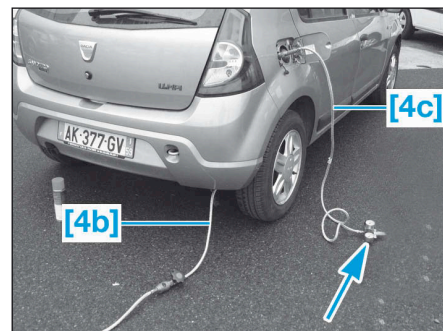
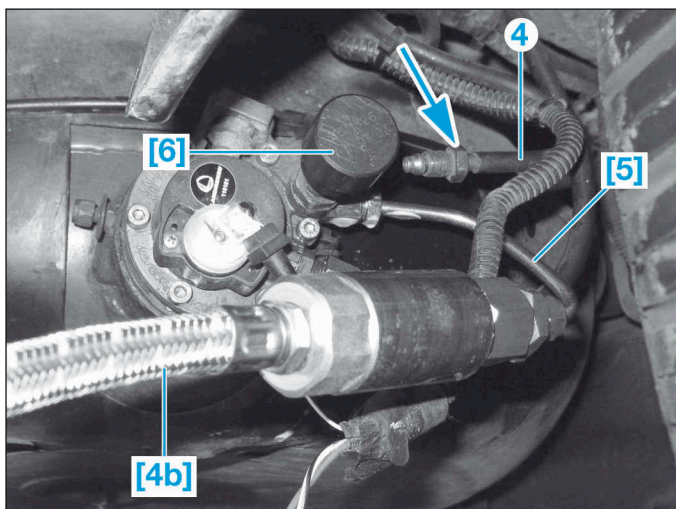

FIG.32
FIG.31
- Desserrer le raccord (flèche) de la canalisation (4) située entre la vanne multifonction et le vapo-détendeur (Fig.31).
- Visser en lieu et place du raccord de la canalisation (4) le tuyau de raccord [5].
- Raccorder le détendeur (flèche) du flexible [4c] sur la bouteille d'azote [3] et l'autre extrémité sur l'orifice de remplissage du réservoir (Fig.32).
- Placer en lieu et place de l'électrovanne de vanne multifonction le dispositif de pilotage de l'électrovanne [6] (Fig.31).